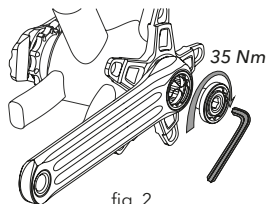

fig. 2
**2.6.b.7.** Apriete el tornillo a 35 Nm usando una llave allen de 8 mm. (fig. 2)